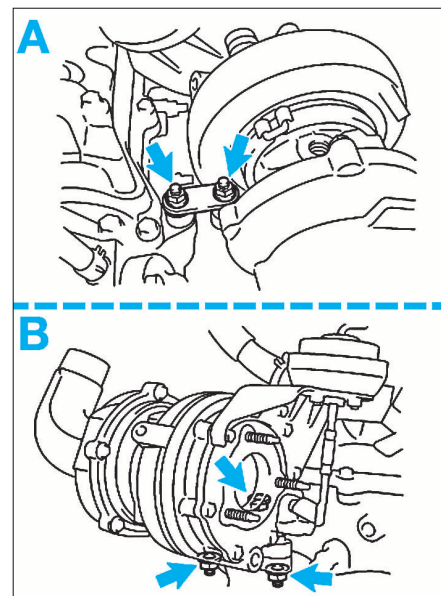

FIG. 55
- les vis de fixation du support de turbo (A) (fig. 55).
- Déposer les vis de fixation de turbo (B) puis ce dernier ; obturer tous les orifices laissés libres et en particuliers ceux du turbocompresseur afin d'éviter l'introduction d'impuretés dans celui-ci.